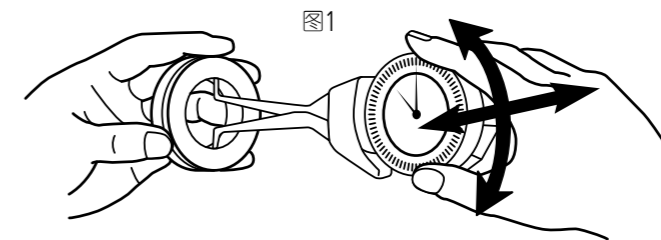

图1
3. 使用基准器(环规、千分尺、基准规等)，上下左右移动量爪，读取指针指向的最小值，调整基点。(图1)